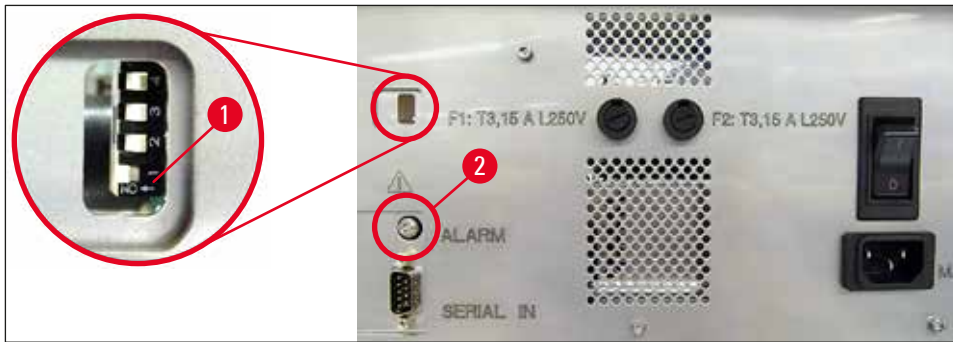

Fig. 45
- » Pour désactiver l'émetteur de signaux, basculer l'interrupteur le plus bas (→ "Fig. 45-1") à droite (→ "Fig. 45").